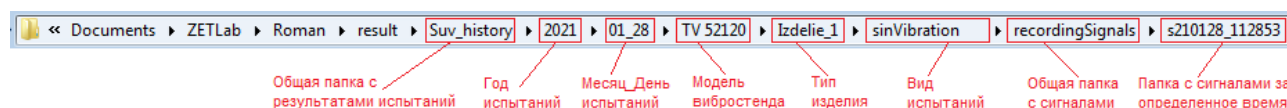

Рис. 16.2 Пример директории расположения папки с зарегистрированными сигналами
1. Нажать кнопку «Выбрать директорию» и в открывшемся окне установить директорию расположения папки с зарегистрированными сигналами. Для определения директории расположения папки с зарегистрированными сигналами следует на Панели СУВ активировать меню «Результаты испытаний», из открывшейся директории перейти к папке с интересующими сигналами в соответствии с примером приведенном на Рис. 16.2.